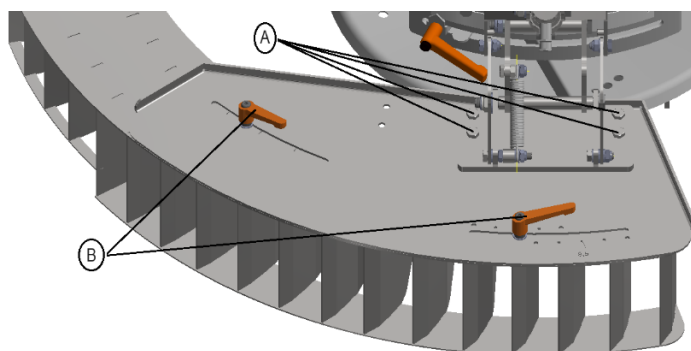

Figure 6.14 - Limiteur de bord latéral (position de travail).
- Monter le bloc d'ailettes dans la position indiquée (figure 6.14), c'est-à-dire les 4 vis - **A** - dans le trou le plus à droite du bloc ;